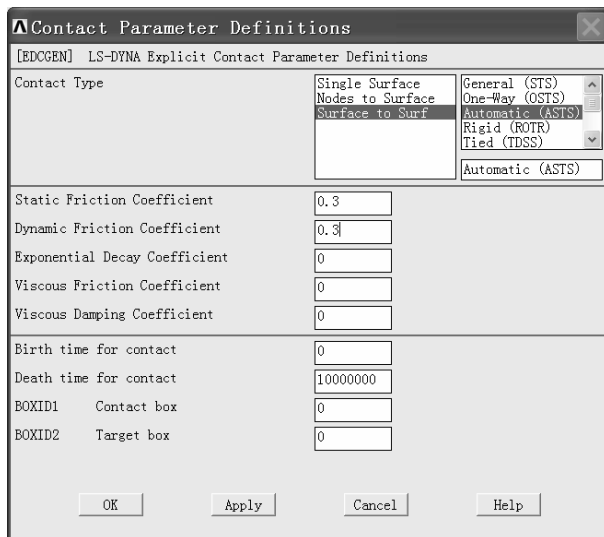

图 4-23 “Contact Parameter Definitions”窗口
(1) 依次选择 Main Menu>Preprocessor>LS-DYNA Options>Contact>Define Contact, 弹出“Contact Parameter Definitions”窗口(见图 4-23)。